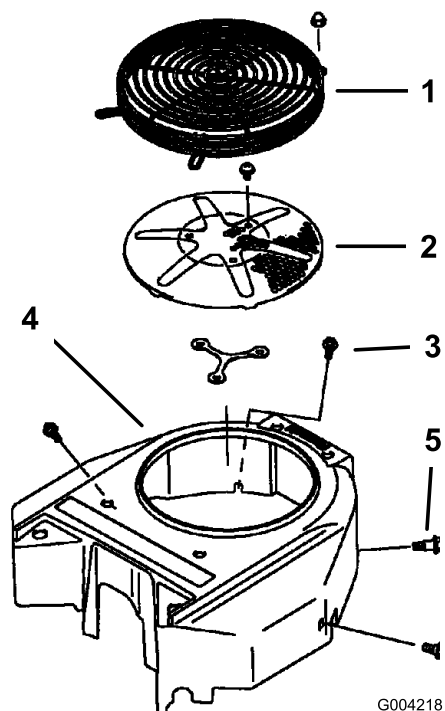

図 59
毎回、運転前に、エンジンスクリーンやその付近に刈りかすやごみがたまっていたら取り除いてください。これにより、十分な冷却効果と適正なエンジン回転数が確保でき、エンジンのオーバーヒートや損傷の発生を抑えることができます 図 59。
3. 吸気スクリーンとリコイルスタータ、ファンハウジングを取り外す 図 59。
5. 吸気スクリーンとリコイルスタータ、ファンハウジングを取り付ける 図 59。